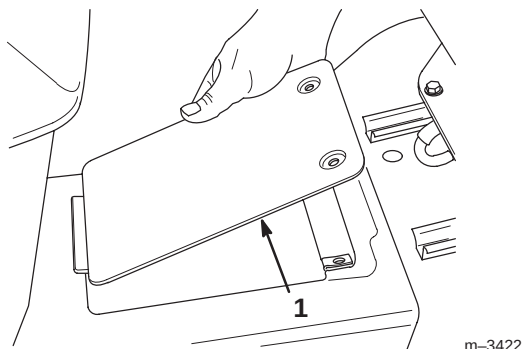

Figure 32
3. Dévissez les deux vis de fixation du couvercle d'entretien de l'arbre de transmission sur le tunnel du tracteur, à côté du siège, et ouvrez-le (Fig. 32).